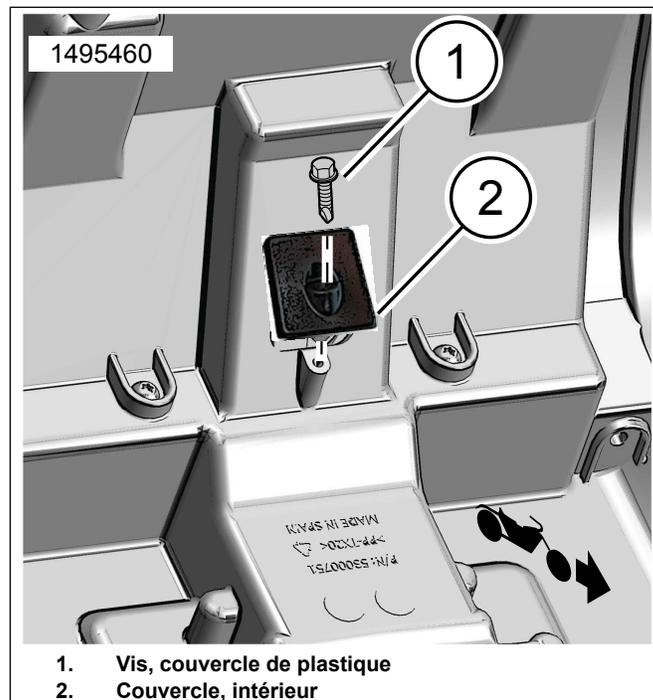

Figure 10. Installation à l'intérieur du couvercle
6. Figure 10 Installer le couvercle (2) et la vis (1). Serrez à la main.